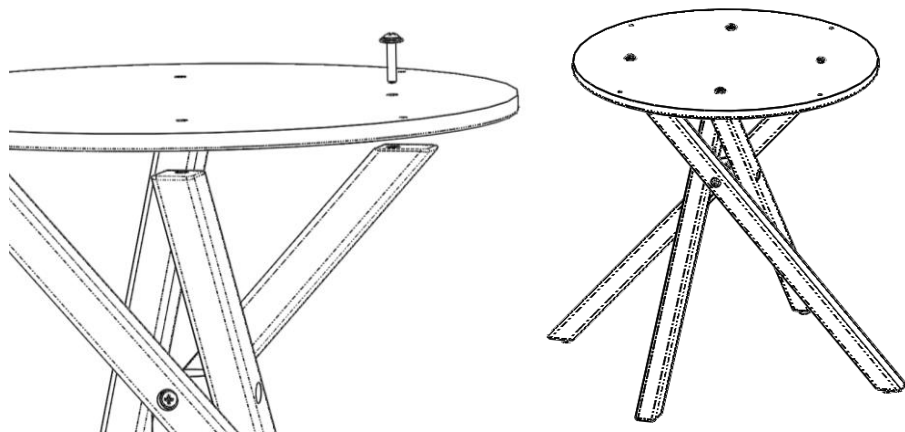

Рисунок 3.
3.4. Совместив отверстия $\varnothing 10$ мм. в проставке (2) и в 4-х ногах, закрепить проставку (2) со столешницей (1) с помощью 4-х винтов М8х50 (5) и 4-х шайб $\varnothing 8$ мм. (6). Рис.3. Протянуть все соединения.